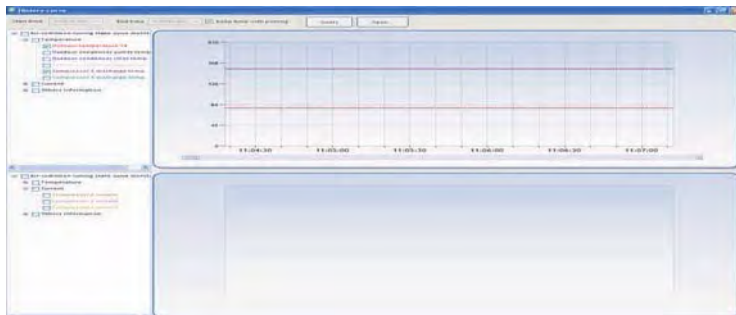

Abb. 3.2-3
- 1) Während der Programmausführung wird der Ablauf der aktuell aufgezeichneten Daten angezeigt. Wenn "historical tendency chart" (historisches Trenddiagramm) geöffnet und die Parameter direkt ausgewählt werden, werden die zu überwachenden Betriebsdaten angezeigt, wie im Bild 3.2-3 dargestellt.